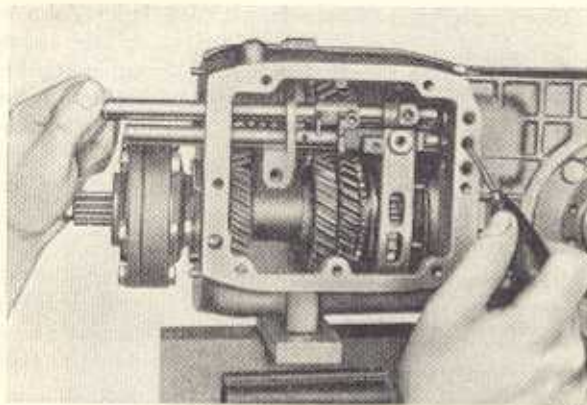

Bild G 78. Einsetzen der Schaltstangen
2. Schaltstange für 3. und 4. Gang durch die Schaltgabel des 3. und 4. Ganges und zugleich durch den Mitnehmer und die Führung der Schaltgabel des 1. und 2. Ganges schieben (Bild G 78).